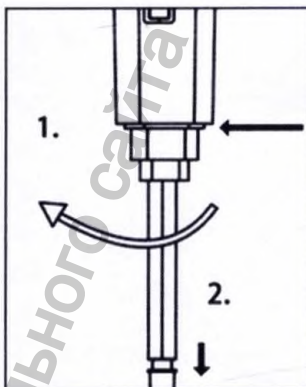

Рис.8
4. Вставьте ключ приспособления для открывания над посадочным конусом и поверните его против часовой стрелки. Не используйте какие-либо другие инструменты (рис. 8). Посадочный конус дозатора на 5 мл снимается путем поворота его против часовой стрелки. Не используйте какие-либо инструменты (рис. 9).